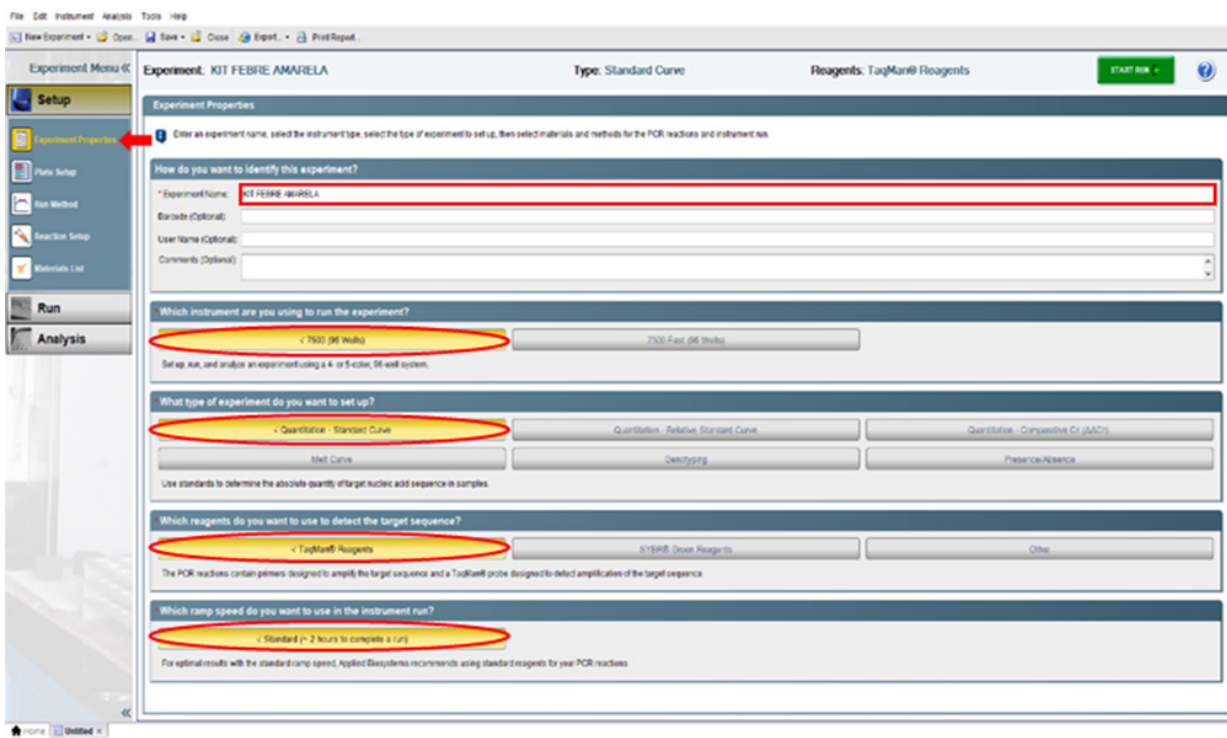

Figura 03: Página Experiment Properties da seção Setup das configurações da corrida.
- No menu Setup, submenu Experiment Properties, inserir o nome do experimento em “Experiment Name”, conforme indicado na Figura 03;